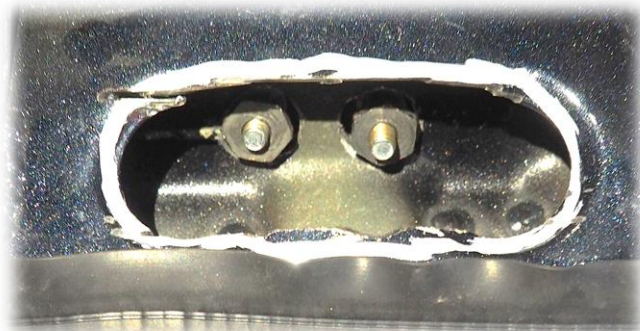

Рис.3
4. Вырезать болгаркой усилители проема двери, как показано на рис.3.